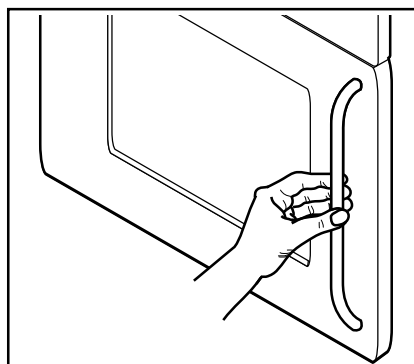

Fig. 3
**Pour ouvrir la porte du four, empoignez toujours la poignée au centre (voir figure 3).**